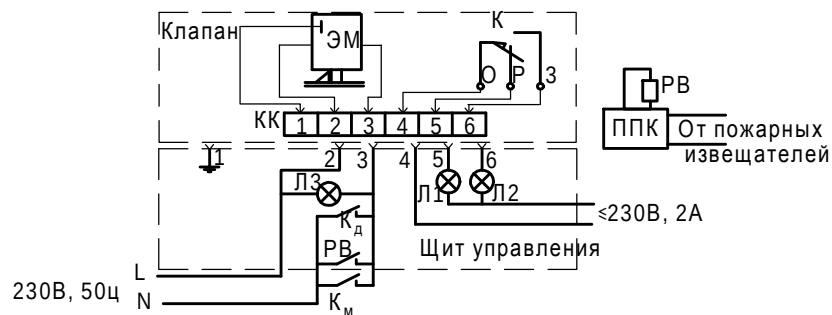

Рис. 5. Пример электрической схемы подключения с пружинным приводом и электромагнитной защелкой (исп.01).
4.4. При подаче напряжения на электромагнит от систем пожарной автоматики или от кнопки (тумблера) дистанционного управления, либо при ручном нажатии на рычаг магнита, электромагнит отпускает ручку 7 и заслонка под действием пружины открывается, кнопка микропереключателя отпускается, при этом контакты О-З размыкаются, О-Р замыкаются. Пример электрической схемы подключения с пружинным приводом и электромагнитной защелкой (исп.01) показан на рис. 5 (см. приложение 4)
Пример электрической схемы подключения клапана с пружинным приводом и электромагнитной защелкой к внешним цепям электропитания представлен на рис.5 (см. приложение 4). Схема предусматривает подачу напряжения 230В, 50 Гц на электромагнит (ЭМ) независимо: